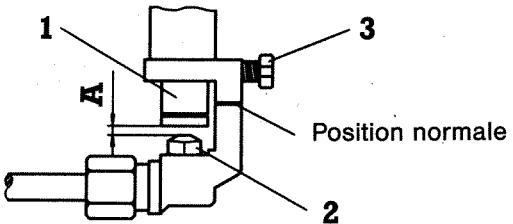

Fig. 12
Procéder au réglage de la bague d'air **1** en fonction du nouveau type de gaz et des indications figurant dans le tableau de réglage d'entrée d'air. Serrer à fond la vis **3** (voir figure 12).
- Réglage de l'air primaire pour brûleurs extérieurs (fig. 12)